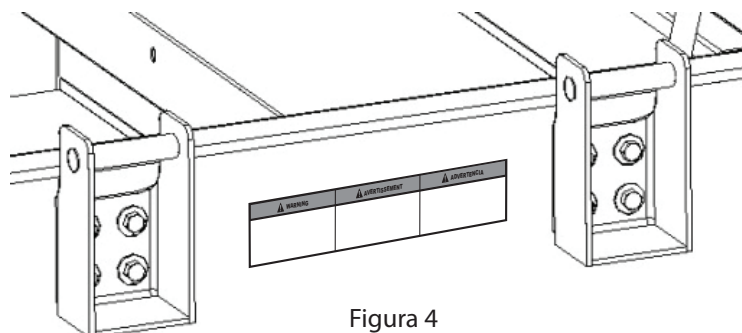

Figura 4
5. Montare le decalcomanie sull'esterno dell'unità tra la staffa, come mostrato nella figura 4.